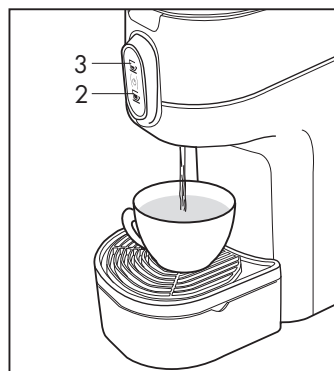

Fig.5
- Les symboles (2-3) clignotent jusqu'à ce que la température soit atteinte ; quand les symboles (2-3) s'allument fixe, la machine est prête à fonctionner. Poser une tasse sur la grille puis appuyer sur les symboles de distribution (2-3) : ensuite la machine distribue de l'eau (**Fig. 5**) ; appuyer à nouveau sur le symbole une fois la quantité d'eau voulue atteinte. L'opération de rinçage est terminée quand au moins trois tasses d'eau ont été distribuées.